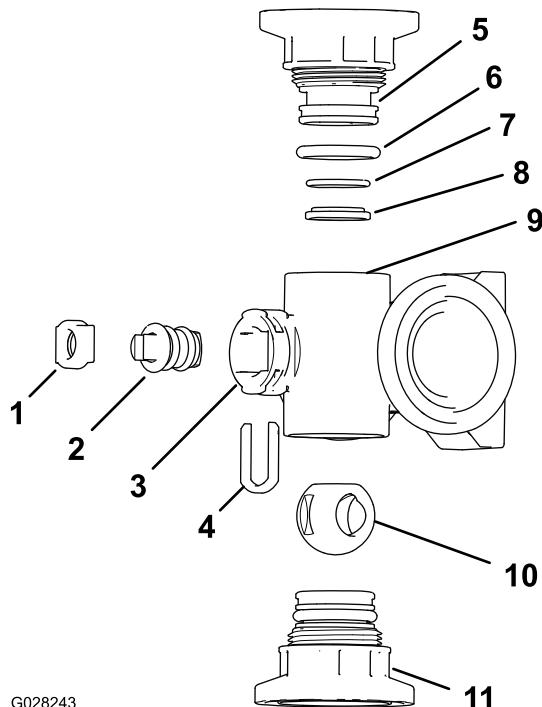
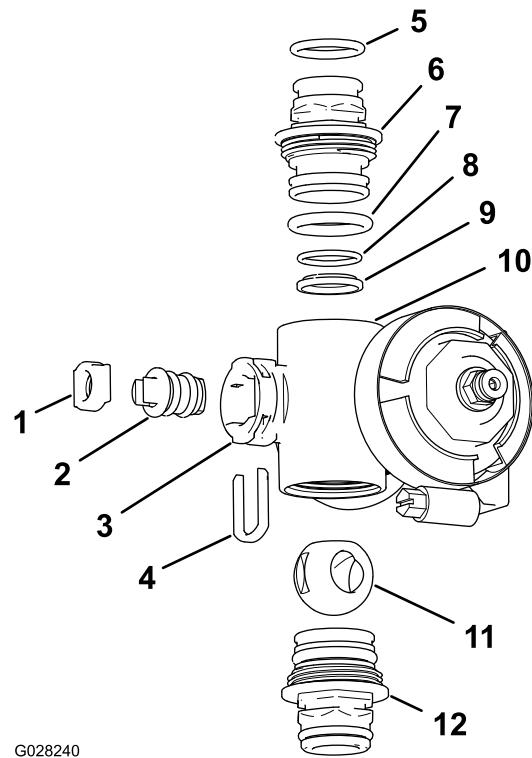

図 72
図 73
2. マニホールドのボディ両端部にあるエンドキャップフィッティングアセンブリ2個を取り外す 図 72 と 図 73。
- マニホールド内部のステムポートのスロットからステムリテーナを取り外す 図 72 と 図 73。
- マニホールドからステムリテーナとバルブシートを取り外す 図 72 と 図 73。
- マニホールドボディの中に手を入れてバルブシステムアセンブリを取り出す 図 72 と 図 73。
- 出口フィッティングのOリング個別ブームバルブマニホールドのみ、エンドキャップのOリング、バックシートのOリング、ボールシートそれぞれに傷や過度の摩耗がないか点検する図72と図73。
- バルブのステムにグリスを塗り、ステムをバルブステムシートに取り付ける図72と図73。
- バルブシステムとシートをマニホールドに取り付けてステムリテーナで固定する図72と図73。
- バックシートのOリングとボールシートが相互に整列しており、エンドキャップのフィッティングに適切に収まっていることを確認する図72と図73。
- エンドキャップフィッティングアセンブリを、マニホールドボディに取り付け、エンドキャップフィッティングのフランジがバルブボディに接触したら図72と図73、その位置からさらにバルブを1/8 - 1/4回転締め付け、フィッティングを225-282 N.cm 0.2-0.3 N·cm = 20-25 in-lbsにトルク締めする。